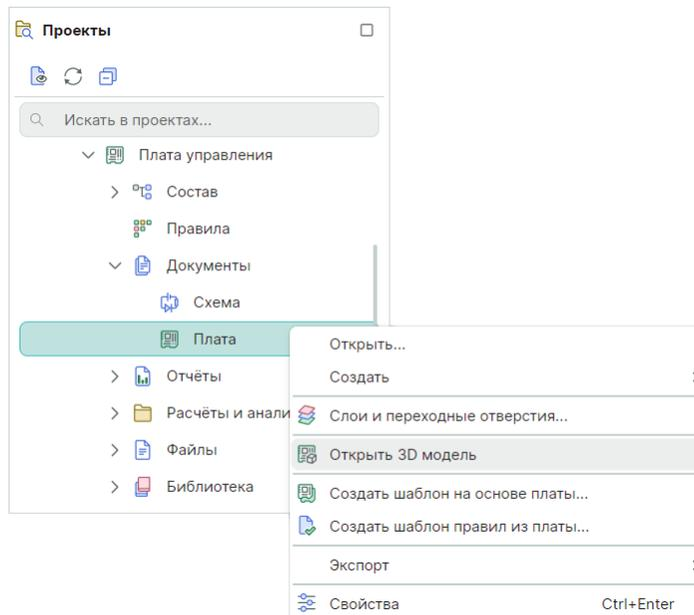

Рис. 536 Открытие 3D модели платы
- С помощью команды контекстного меню «Открыть 3D модель» для узла «Плата», см. Рис. 536.